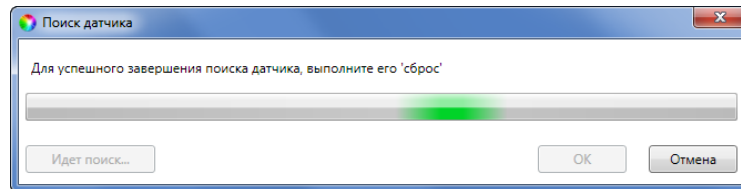

Рисунок 7.43 – Поиск радиоустройства
3. После нажатия кнопки *OK* начнется поиск радиоустройства контроллером (см. рисунок 7.43). Для того чтобы устройство было найдено контроллером, его следует перевести в режим связывания (выполнить «сброс»).